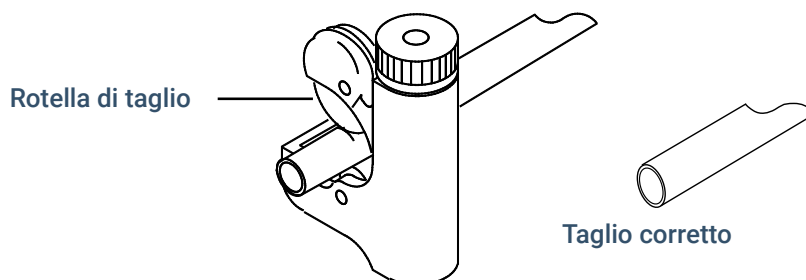

Figura 8. Tagliatubi tipico
2. Tagliare i tubi alla lunghezza necessaria utilizzando un tagliatubi. Vedere **Figura 8**.